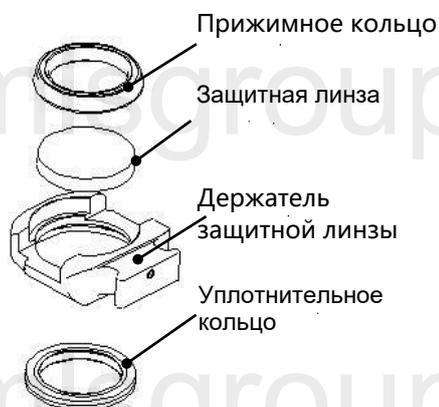

Рисунок 6.2 – Конструкция держателя защитной линзы
- Откройте скобу, затем откройте крышку защитной линзы, извлеките держатель защитной линзы, взяв за ручку, как показано на рис. 6.2;